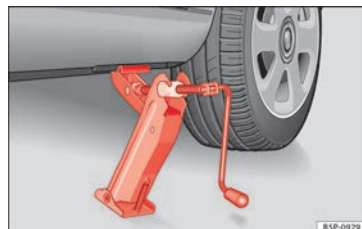

Fig. 159 Colocación del gato.
- Posicione el gato de modo que su garra envuelva el nervio del larguero inferior y que la placa base móvil se apoye plana sobre el suelo » **fig. 159**.